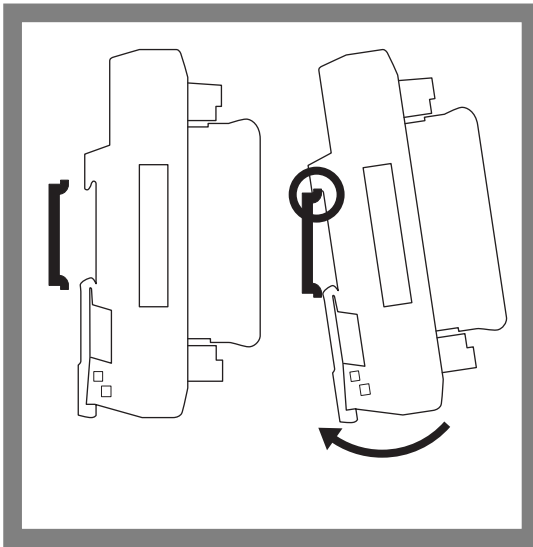

Abb. 3: Montieren
- 1 Montieren Sie den SCALA Controller wie in Abb. 3 dargestellt.